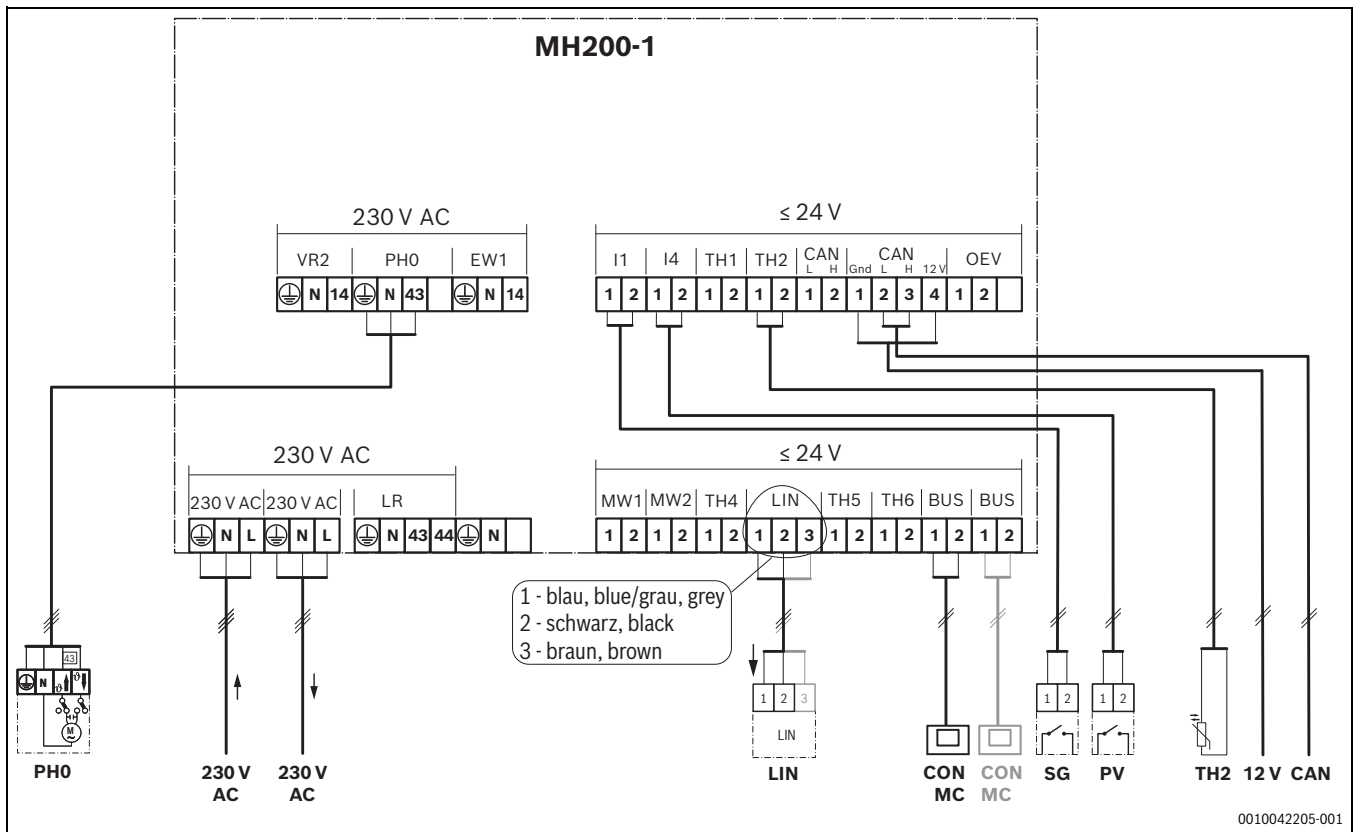

Bild 24 Überblick Anschlussklemmenbelegung
- ▶ Sicherstellen, dass die Kabel an den entsprechend markierten Anschlüssen des Moduls angeschlossen sind (→ Bild 24).
Legende zu Bild 24 und zu den Tabellen 4 und 5):